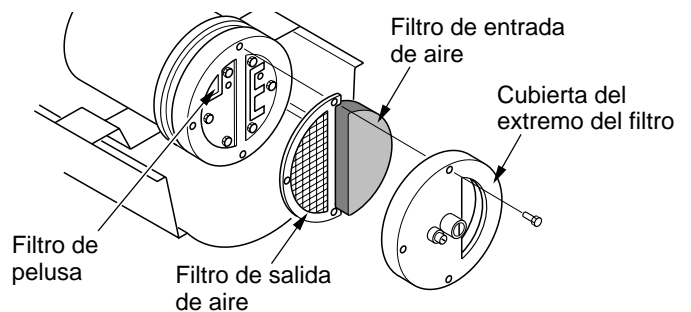
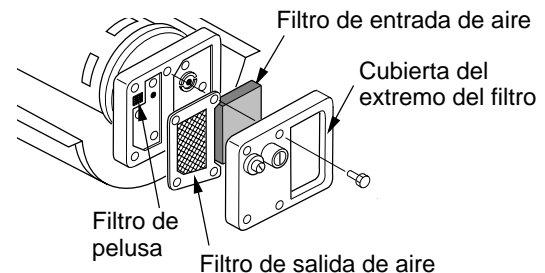

Figura 11 - Salida de aire, entrada de aire y filtros de pelusa, modelos de 40/55/60/70
Figura 12 - Salida de aire, entrada de aire y filtros de pelusa, modelos de 110/115/155/165/200
2. Quite los tornillos de la cubierta del extremo del filtro utilizando un sacatuercas de 5/16 pulgadas (consulte la figura 11 ó figura 12).